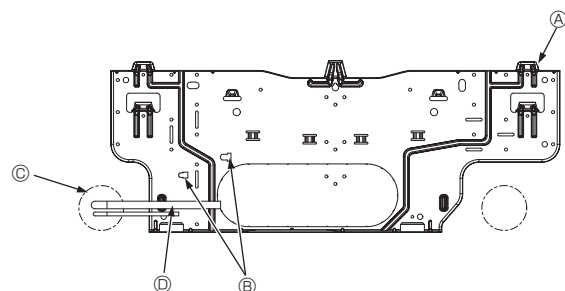

Fig. 3-6
3.3. Al empotrar tuberías en la pared (Fig. 3-6)
- Ⓐ Placa de montaje ①